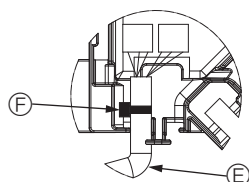

Fig. 10-10
- Placez le ruban de protection du moteur d'ailette du panneau dans la boîte de raccordement, comme indiqué sur le schéma. (Fig. 10-10)